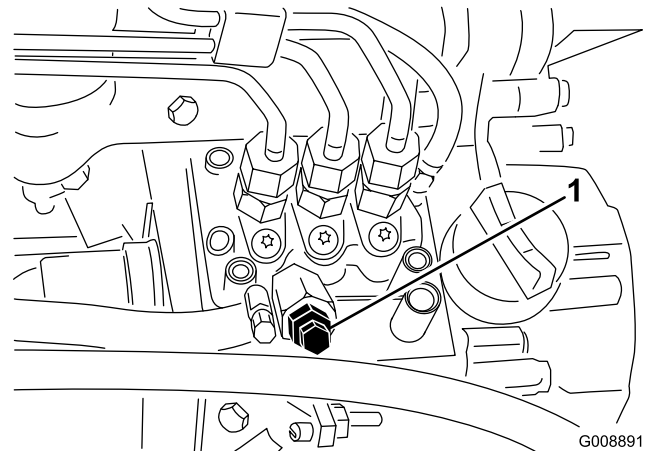

Figura 41
- Desaperte o parafuso de purga que se encontra na bomba de injeção de combustível (Figura 41).